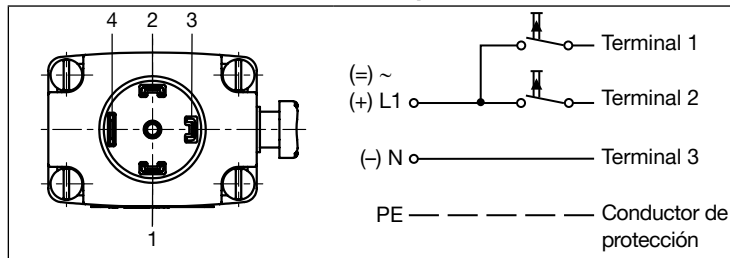

Imagen 8: Esquema eléctrico
- Conecte las válvulas de impulsos (variable code CF 02) como se indica en la «Imagen 8: Esquema eléctrico». Un impulso en el terminal 1 cierra la válvula, un impulso en el terminal 2 abre la válvula.